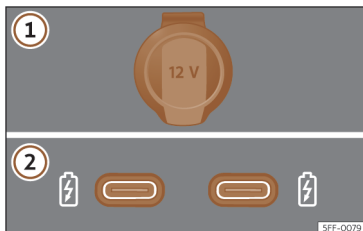

Fig. 171 Tomadas de corrente de 12 Volts do veículo
>>> Fig. 171
Em função do equipamento e do país, o veículo pode dispor também de conectores USB com função **exclusivamente de carga ou tomada de corrente** >>> **Fig. 171 ②**.